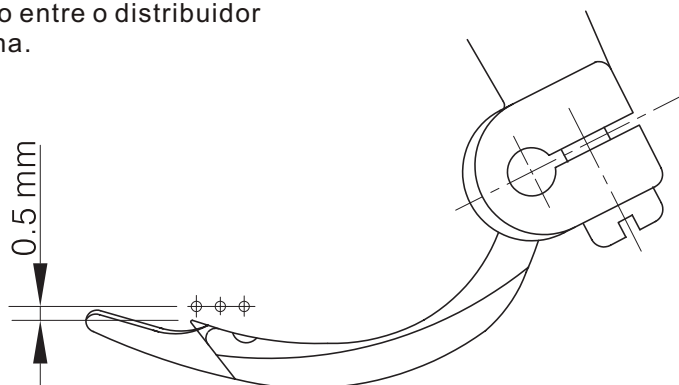

Fig. 49
2. Quando o distribuidor passa pela agulha esquerda o espaço que eles devem ter é de 0.5 mm. (Fig.49)